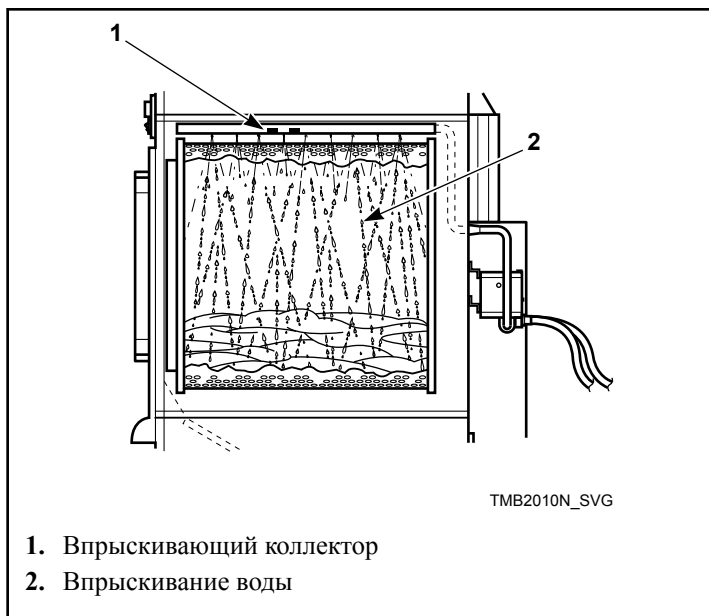

Рис. 68
7. Через 15 секунд впрыскивания воды нажмите и удерживайте кнопку сброса, пока не завершится впрыскивание воды и не погаснет индикатор. Это должно занять приблизительно одну секунду. См. Рис. 67 и Рис. 68.